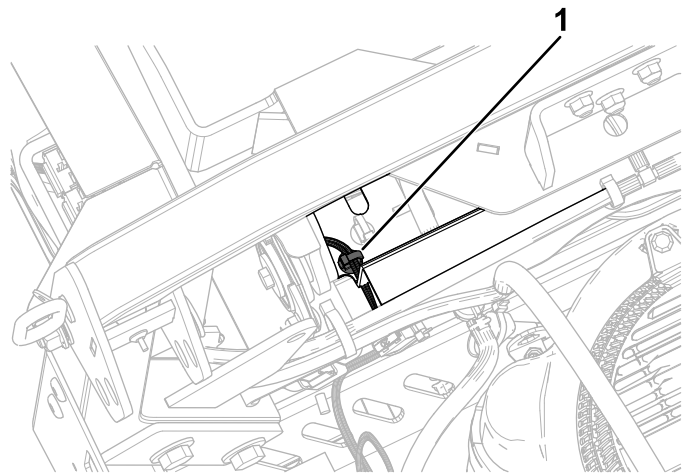

Figure 14
3. Installez le second clip enfichable dans le support arrière du réservoir de carburant (Figure 14).